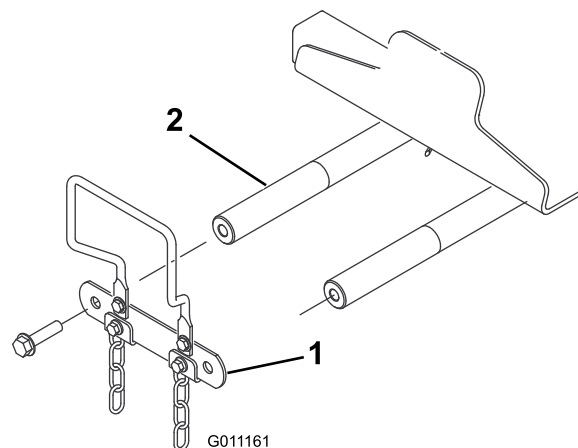

Figura 13
- Rimuovete i 2 bulloni che fissano l'attacco degli alberi di articolazione dei bracci di sollevamento agli alberi di articolazione, poi rimuovete e conservate l'attacco e i bulloni a parte (Figura 13).